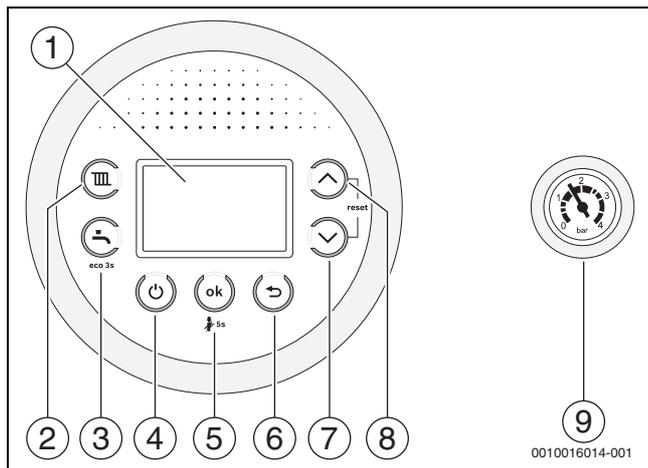

Fig. 1 Pannello di comando
- ▶ Spegnerne l'apparecchio con il tasto  (→ fig. 1).